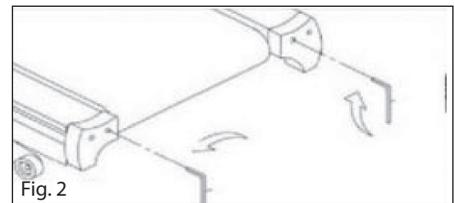
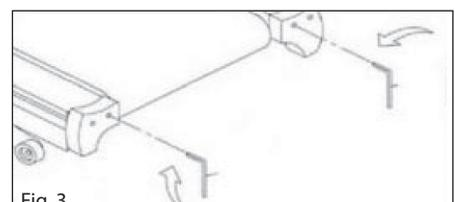
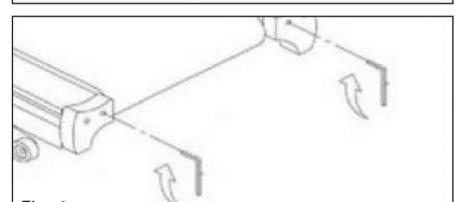

Fig. 3
Fig. 4
Fig. 5
2.3. Riduzione del tensionamento del tappeto (Fig. 3; Fig. 5):
2.4. Tensionamento del tappeto (Fig. 4; Fig. 5):